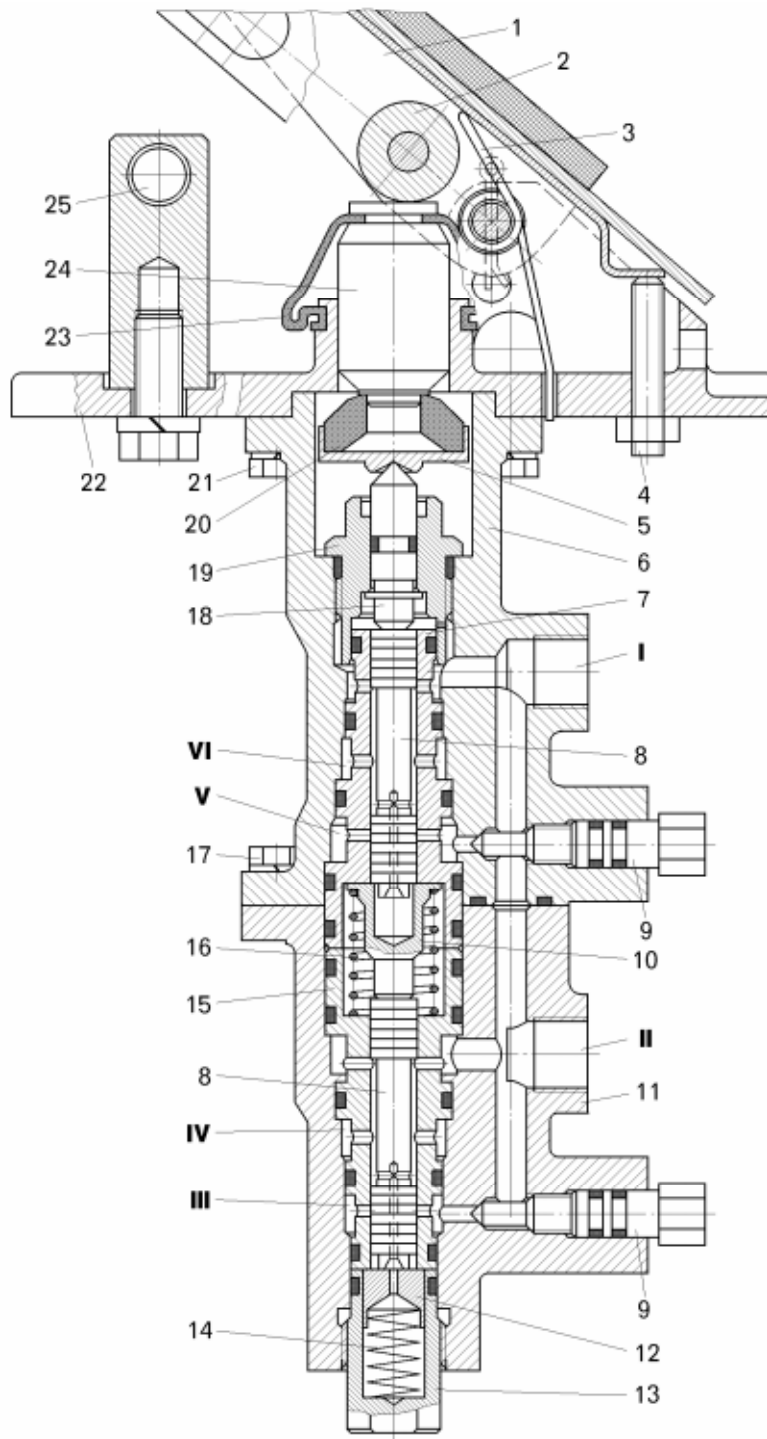

Рисунок 10.5 – Тормозной кран:
- отвернуть болты 21 (рисунок 10.5);